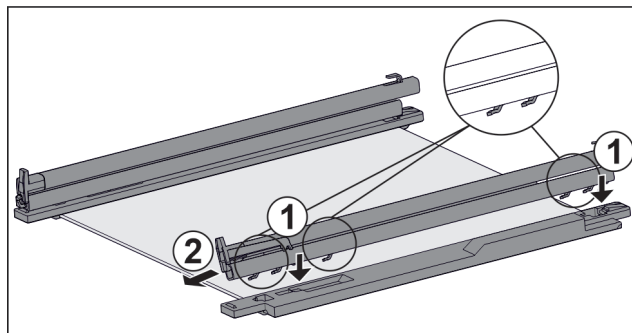

Fig. 122 Skleněná deska s kolejničkami a přídržnými díly
- Nasad'te háčky kolejničky na otvory **levého** přídržného dílu. Fig. 122 (1)
- Vytáhněte kolejničku dopředu. Fig. 122 (2)
- Nasad'te háčky kolejničky na otvory **pravého** přídržného dílu. Fig. 122 (1)